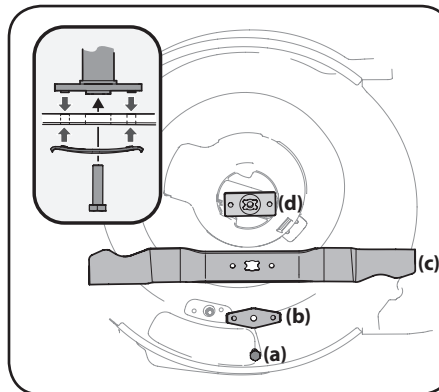

Figure 4-6
3. Enlevez le boulon (a) et le support de la lame (b) qui maintiennent la lame et l'adaptateur sur le vilebrequin. Voir la Figure 4-6.
4. Remove blade (c) and adapter (d) from the crankshaft. See Figure 4-6.
6. Lubrifiez le vilebrequin et la surface intérieure de l'adaptateur de la lame avec une huile légère. Glissez l'adaptateur de la lame sur le vilebrequin et positionnez la lame sur l'adaptateur de façon que le côté « Bottom » (ou le numéro de pièce) se trouve sur le dessous (vers le sol) pendant le fonctionnement. Assurez-vous que la lame est bien alignée et qu'elle repose sur les paliers de l'adaptateur. Voir le détail de la Figure 4-6.